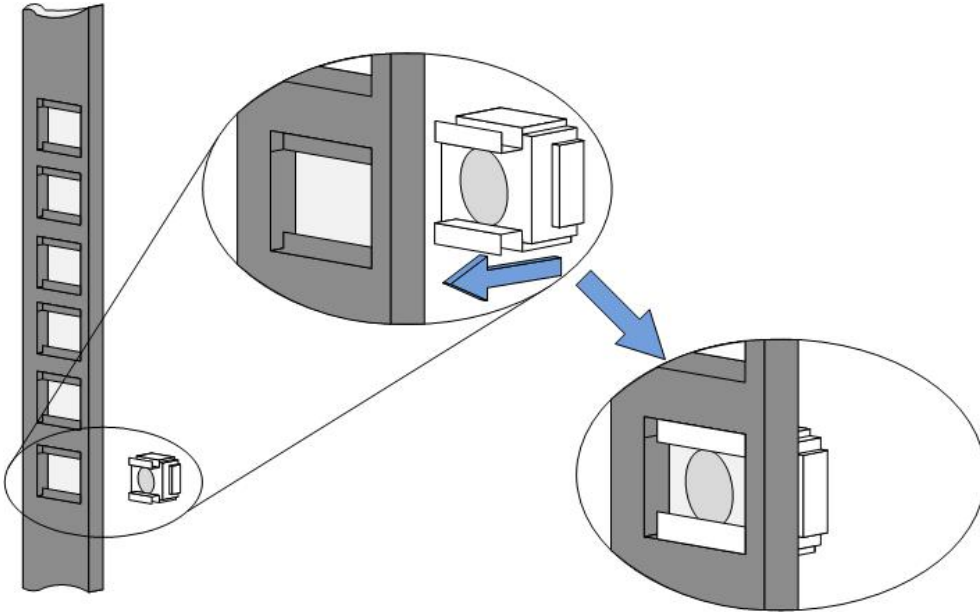

图 2-2
**步骤 3** 在机架上安装浮动螺母，如图 2-2 所示；
图 2-2 e 电源模块安装示意图